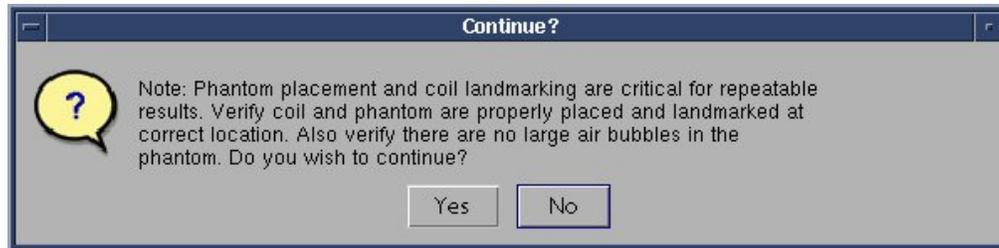

Figure 4
14. Au démarrage, une remarque indiquant « Phantom placement and coil landmarking are critical for repeatable results » (Le positionnement du fantôme et le repérage de l'antenne sont essentiels pour obtenir des résultats reproductibles) s'affiche. Si le repérage a été défini correctement et qu'il n'existe pas de bulles d'air dans le fantôme, cliquez sur **[Yes]** (Oui) pour continuer. (Figure 4).